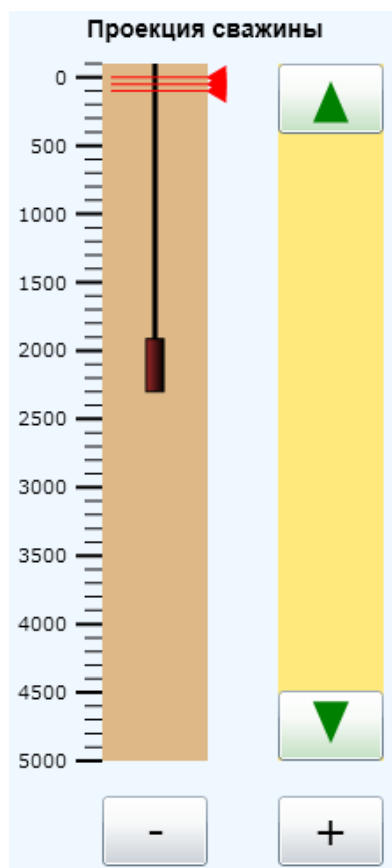

Рисунок 8 – Проекция скважины
2.4.1 На дополнительном поле отображается проекция скважины (Рисунок 8), с контрольными точками по глубине. В зависимости от текущей глубины на условном изображении скважины показывается местонахождение прибора.